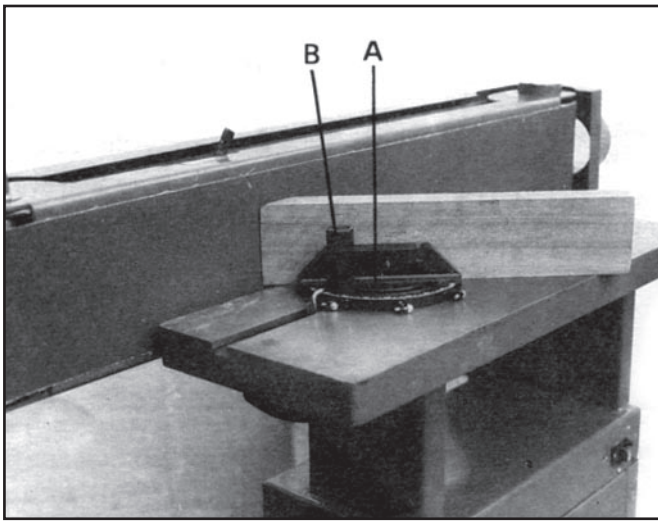

Figura 5
1. El calibrador de biselado (A) puede ser ajustado a 45° y 90° y sujetados con la manija hexagonal (B), vea la Figura 5.
2. Ajuste el calibrador de biselado (A) para obtener el ángulo calibrado requerido.